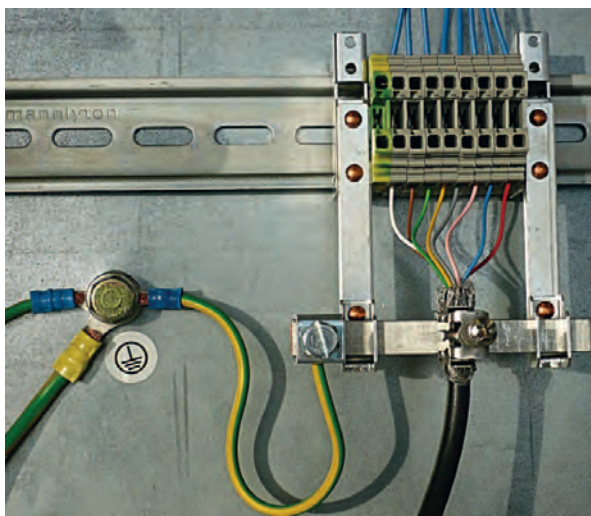

Figura 7.2: Applicazione della schermatura del cavo nel quadro elettrico
- ☞ Serrare la schermatura nel quadro elettrico su FE lungo la superficie (vedi figura 7.2).